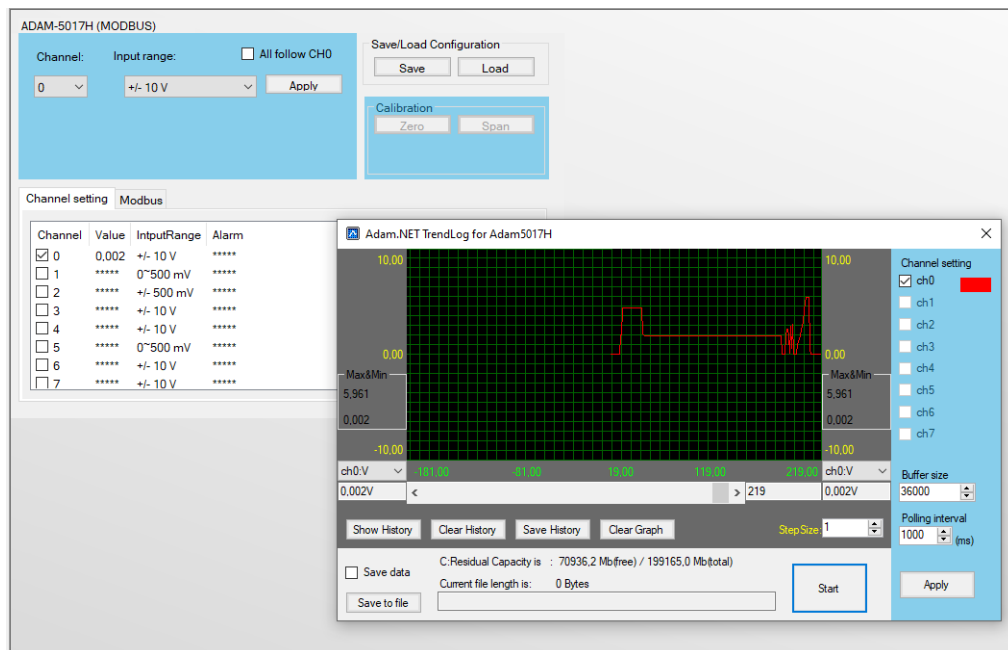

Рис. 2.16. Осцилограма вимірних сигналів Trend
2.4.6. Якщо натиснути на поле *Trend Log*, з'явиться вікно (рис. 2.16.), в якому можна отримати осцилограму, тобто подивитись, як змінюються сигнали в часі.